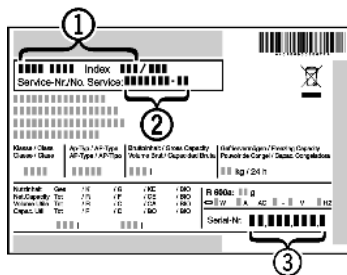

Fig. 35
► Наименование устройства *Fig. 35 (1)*, сервисный № *Fig. 35 (2)* и серийный № *Fig. 35 (3)* считайте с заводской таблички. Заводская табличка находится внутри устройства слева.
- Обратитесь в сервисную службу и сообщите вид неисправности, наименование устройства *Fig. 35 (1)*, сервисный № *Fig. 35 (2)* и серийный № *Fig. 35 (3)*.